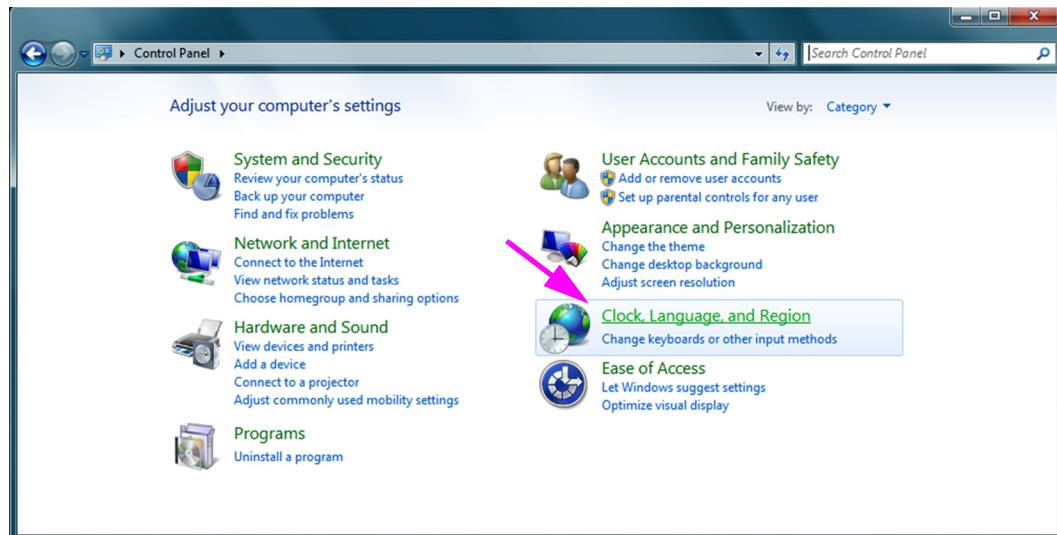

Figura C-13. Finestra Control Panel (Pannello di controllo)
3. Aprire la finestra Control Panel (Pannello di controllo), quindi fare clic su **Clock, Language, and Region (Orologio, lingua e impostazioni internazionali)** (vedere la Figura C-13).